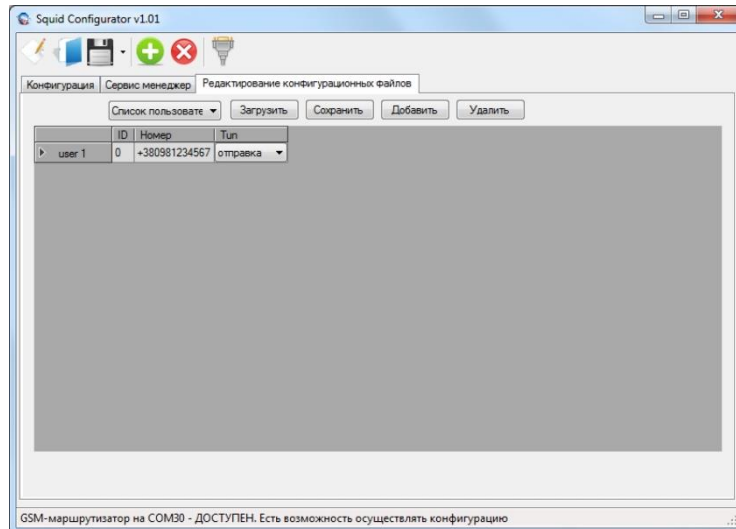

Рисунок 7.5.3 - Приклад налаштування файлу конфігурації СМС розсилки
2. У комбо-боксі вибрати "Список користувачів" (див. рисунок 7.5.3).